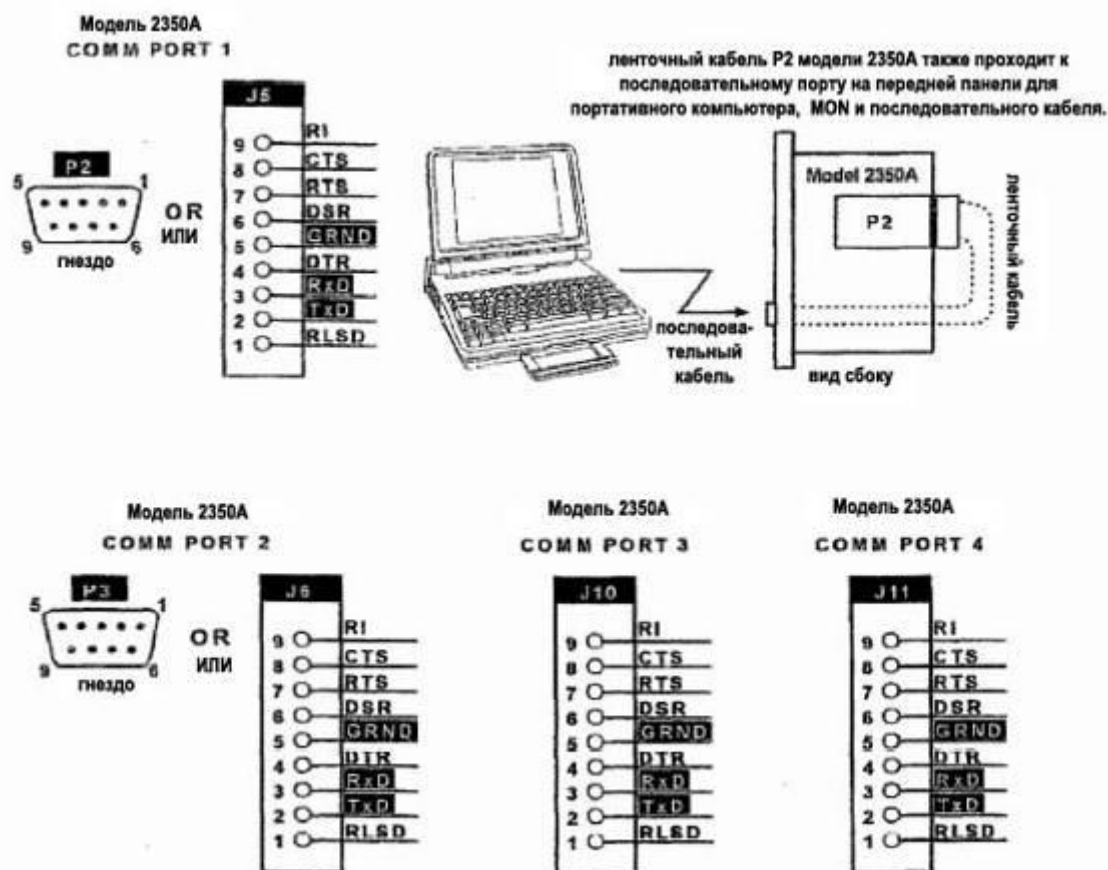

Рисунок F-4. Клеммы и схемы расположения выводов для возможных последовательных подсоединений RS-232 к модели 2350A
- (4) Чтобы подсоединить анализатор, принтер и ленточный самописец, пользуйтесь схемами электромонтажа и заполненными ранее таблицами цветов (в разделе F.2 данного приложения).
- (5) Свериться со схемами электромонтажа и заполненными вами таблицами с кодами цветов, чтобы убедиться в правильности вывода каждого провода.
- (6) Подать питание 20 В на анализатор, включив три верхних переключателя в положение ON в нижнем кожухе GUB (как описано ранее в шаге (1), раздел F.3 настоящего приложения).
- (7) Подсоединить шнур питания контроллера 2350A и включить питание переменного тока на контроллере.
- (8) Выполнить методику установки программного обеспечения, представленную на новом диске MON 2350A.
- (c) В большинстве случаев будет достаточно промышленного переходного соединительного кабеля между ПК и последовательным портом на передней панели контроллера модели 2350A. (Смотри рисунок F-4 на следующей странице по клеммам и схемам расположения выводов для возможных последовательных соединений RS-232 к модели 2350A.)